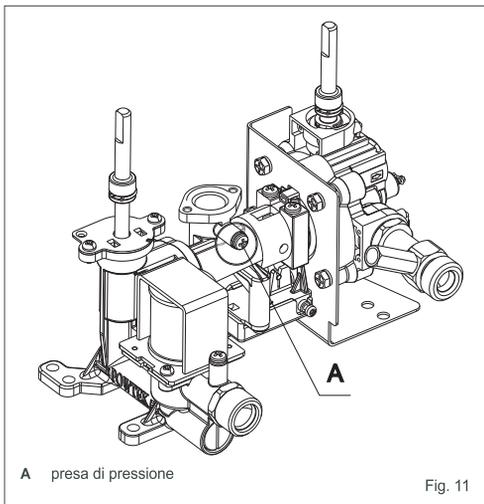

Fig. 11
- Svitare la vite della presa di pressione (A - Fig. 11) sulla valvola del gas e collegarvi il manometro.